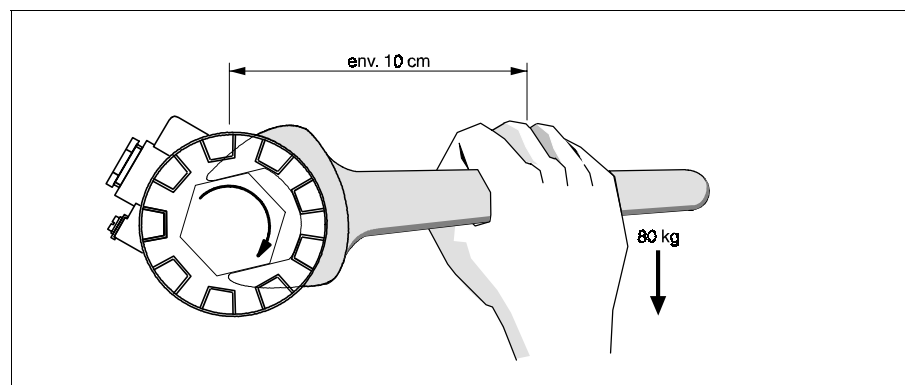

Fig. 8
- Un couple de serrage de 80 à 100 Nm suffit pour obtenir une étanchéité jusqu'à 6 bars ; voir Fig. 8.